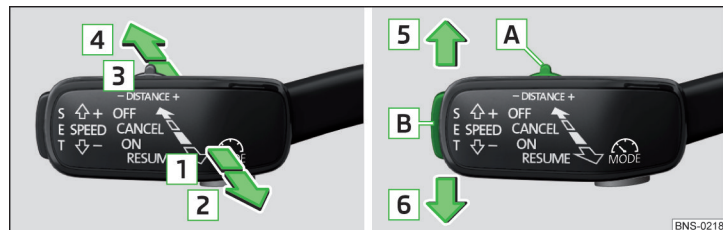

Fig. 273 Manetă de operare
Prezentarea generală a funcțiilor ACC care se operează prin intermediul pârghiei » fig. 273
- Tasta SET » fig. 273 la pagina 243.
- sau: Maneta în poziția de revenire RESUME » fig. 273 la pagina 243.
- Reglați maneta în poziția amortizată CANCEL » fig. 273 la pagina 243.
Viteza dorită se reglează sau se modifică de la maneta de operare » fig. 273 la pagina 243.
Treapta de distanță față de autovehiculul care se deplasează în față se poate regla de la maneta » fig. 273 la pagina 243 sau de la Infotainment » pagina 241, setări în Infotainment.
» Comutatorul **DISTANCE** se aduce în poziția de revenire – sau + » fig. 273 la pagina 243.
Un proces de accelerare se poate întrerupe oricând, prin acționarea pedalei de frână sau a punctului de presiune **CANCEL** de la maneta de operare » fig. 273 la pagina 243.